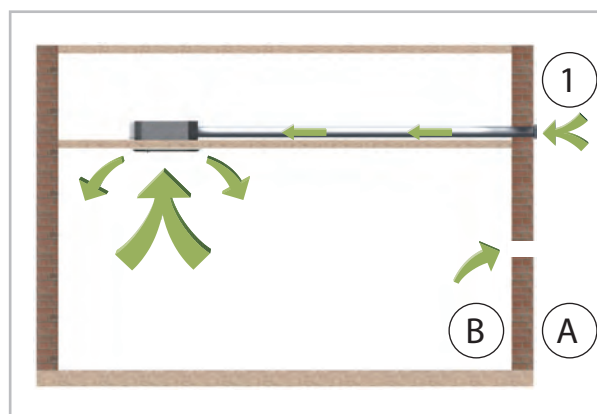

Abb. 23: Frischluftanschluss
- Für den Frischluftanschluss ist ein Bundkragen mit 65 mm zu montieren (Abb. 23).